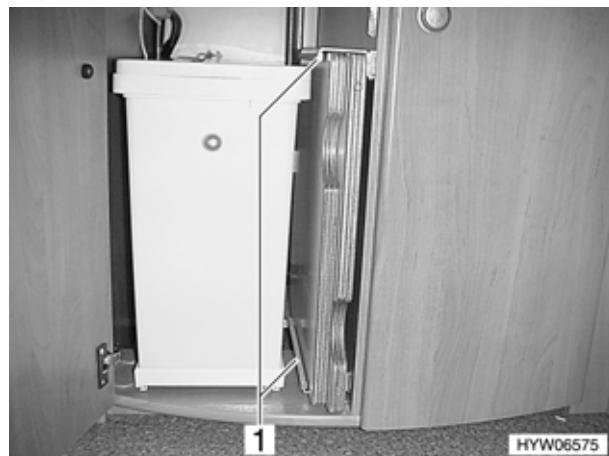

Fig. 8 Supporto per il coperchio doppio del lavandino (C-GT)
- Infilare il coperchio del lavandino nelle guide di supporto (Fig. 8,1) inferiori e superiori.